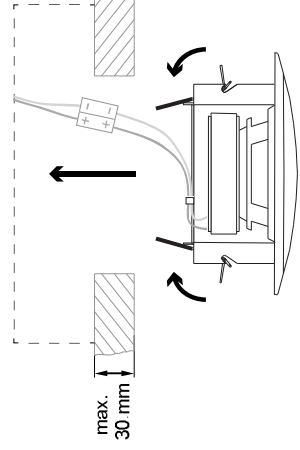

Bild 2
- Beide Feder-Klemmbügel hochklappen, so dass die langen Schenkel nach oben zeigen (Bild 2).